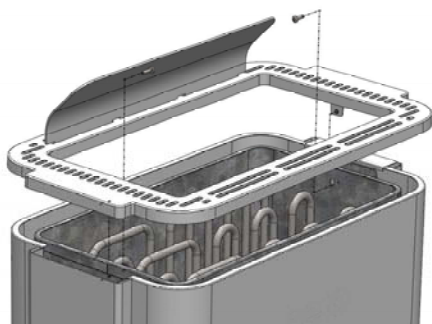

Рисунок 2 Установка печи в сауне
5. соблюдать установленные безопасные расстояния вокруг электрокаменки (см. рисунок 2 «Безопасные расстояния электрокаменки для сауны»). Помните, что вокруг электрокаменки должно быть достаточно пространства для проведения техобслуживания, входной двери и т.п.